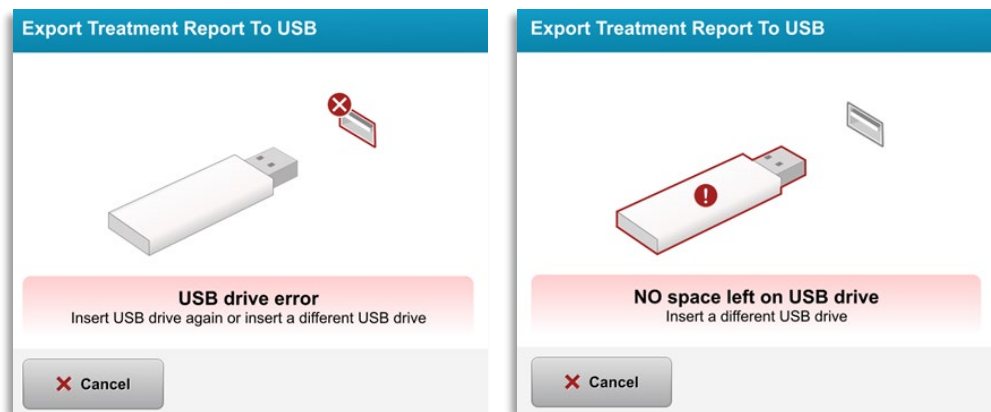

Bild 3-41. USB-fel och inget utrymme kvar på USB-minnet
- o Om USB-minnet är fullt eller om systemet inte kan läsa USB-minnet visas ett felmeddelande, som kan ses på bild 3-41.